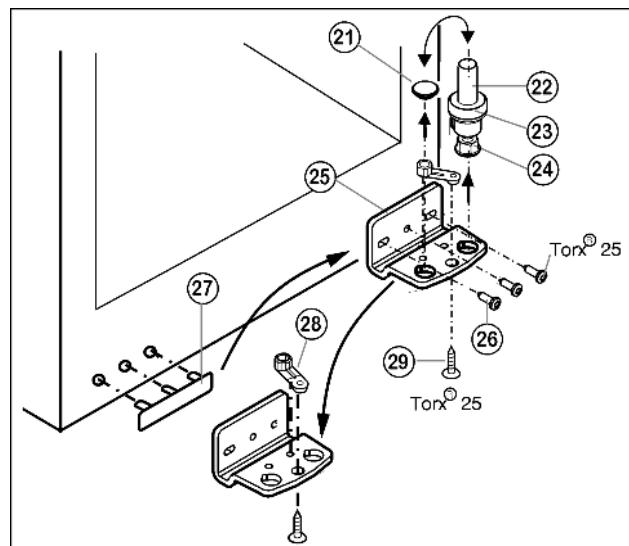

Fig. 5
- Извлеките опорный винт Fig. 5 (22) в комплекте с шайбой Fig. 5 (23) и регулируемой опорой Fig. 5 (24), вытягивая его вверх.
- Снимите пробку Fig. 5 (21).
- Открутите Fig. 5 (26) опорный кронштейн Fig. 5 (25).
- Открутите Fig. 5 (29) опорную деталь Fig. 5 (28) и, переставив в отверстие на противоположной стороне опорного кронштейна, снова прикрутите.
- Осторожно снимите и переставьте на противоположную сторону крышку со стороны ручки Fig. 5 (27).
- Снова прикрутите опорный кронштейн Fig. 5 (25) на новой стороне шарнира (**с моментом 4 Нм**). При необходимости используйте аккумуляторный шуруповерт.
- Переставьте пробку Fig. 5 (21) в свободное отверстие.
- Вновь установите опорный винт Fig. 5 (22) в комплекте с шайбой и регулируемой опорой. При этом фиксатор должен быть направлен назад.